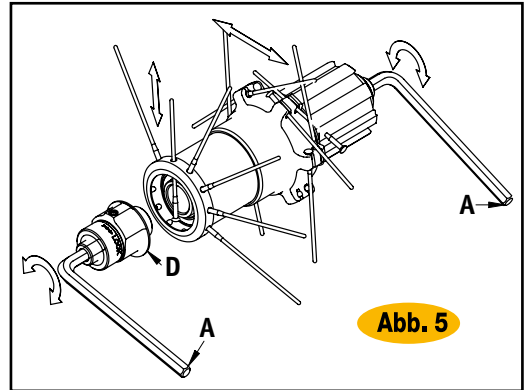

Abb. 5
- Zwei Inbusschlüssel (A) bis zum Anschlag in die Nabenenden einführen. Die Schlüssel gegen den Uhrzeigersinn drehen.
- Den beweglichen Teil und danach die zu ersetzende Speiche herausziehen und die neue Speiche einsetzen (Abb.5).